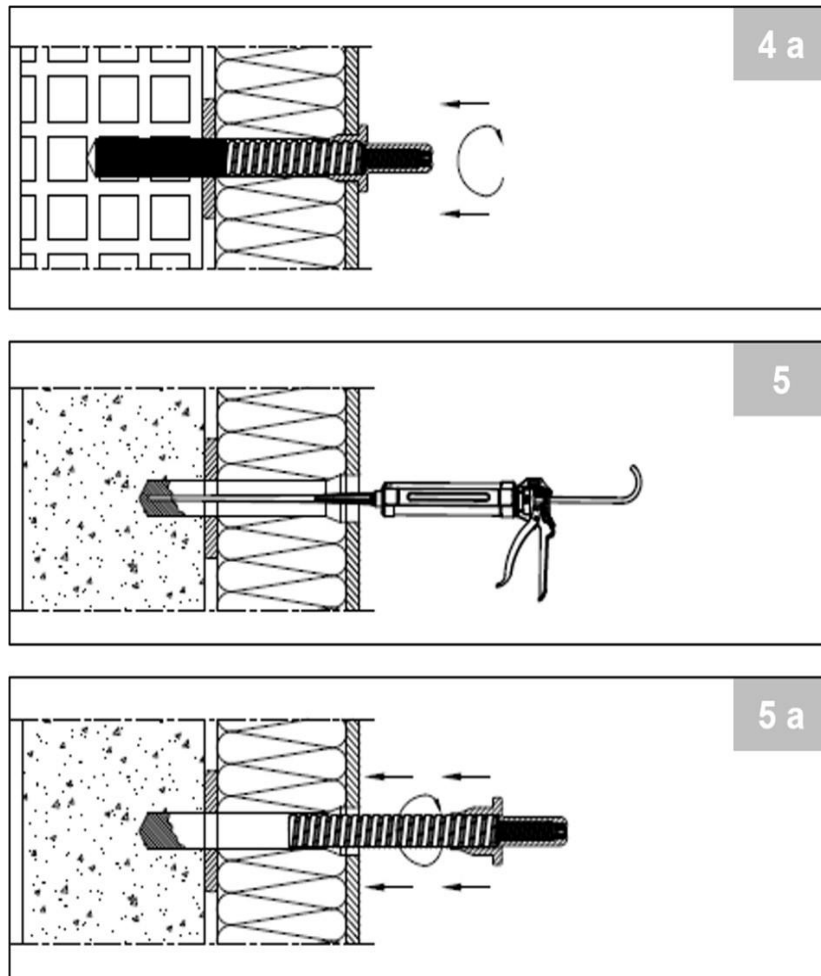

Abbildung 4a, 5, 5a: Verarbeitungsschritte StoFix Iso-Bar ECO
- Bei Verwendung von Siebhülsen den StoFix Iso-Bar ECO vorsichtig herausziehen, damit die Position der Siebhülse unverändert bleibt, siehe Abbildung 4a.